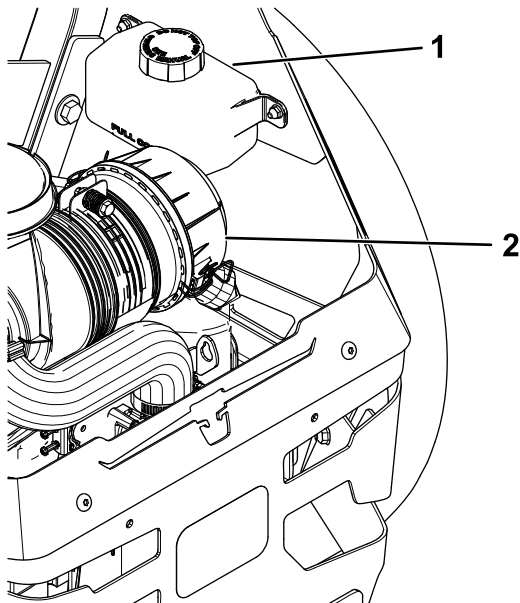

Рисунок 67
2. Проверьте уровень по расширительному бачку и при необходимости долейте гидравлическую жидкость Toro® HYPR-OIL™ 500 до линии FULL COLD (ПОЛНЫЙ В ХОЛОДНОМ СОСТОЯНИИ) (Рисунок 67).